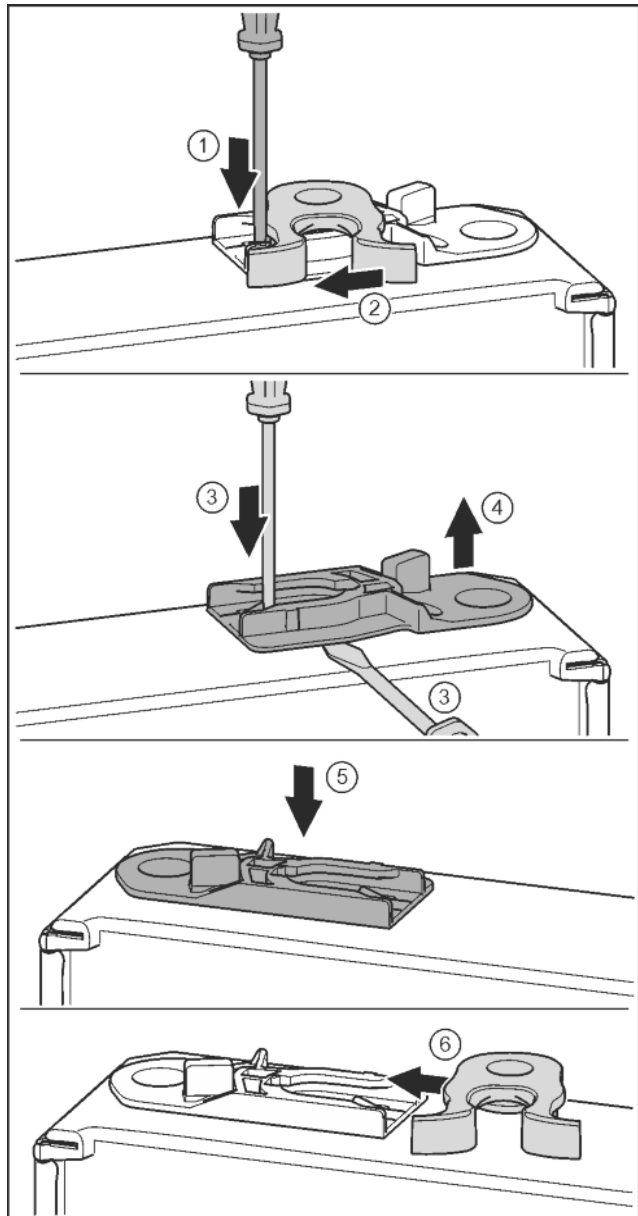

Fig. 18
- ▶ Lip met sleufschroevendraaier naar onder drukken. Fig. 18 (1)
- ▶ Sluithaak uit de geleiding trekken. Fig. 18 (2)
- ▶ Geleidingsbus eruit trekken: Lip met de sleufschroevendraaier indrukken en gelijktijdig de sleufschroevendraaier onder de geleidingsbus plaatsen. Fig. 18 (3, 4)
- ▶ De bij de levering geleverde geleidingsbus op de andere zijde van de behuizing aanbrengen. Fig. 18 (5)
- ▶ Sluithaak in de geleiding schuiven. Fig. 18 (6)